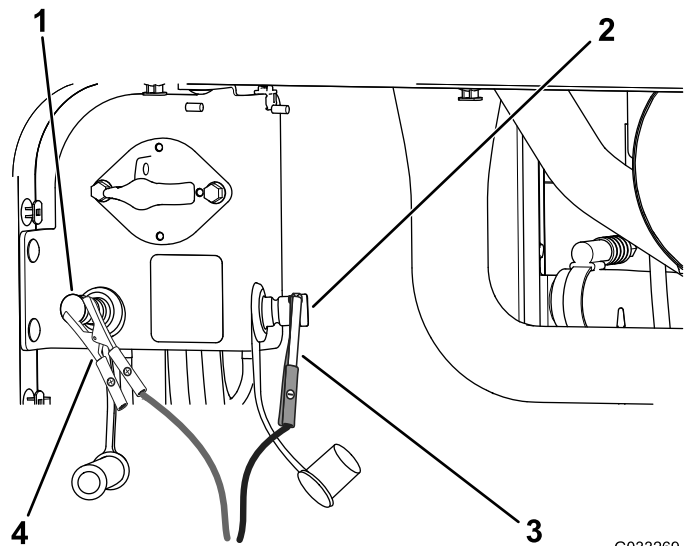

Figura 98
4. Conecte el cable positivo del cargador de la batería al borne positivo del otro vehículo (Figura 98).
5. Conecte el cable negativo del cargador de la batería al borne negativo de la batería del otro vehículo (Figura 98).
7. Cuando las baterías estén completamente cargadas, desconecte el cargador de la fuente de electricidad, luego desconecte los cables del cargador de los bornes de la batería del otro vehículo (Figura 98).